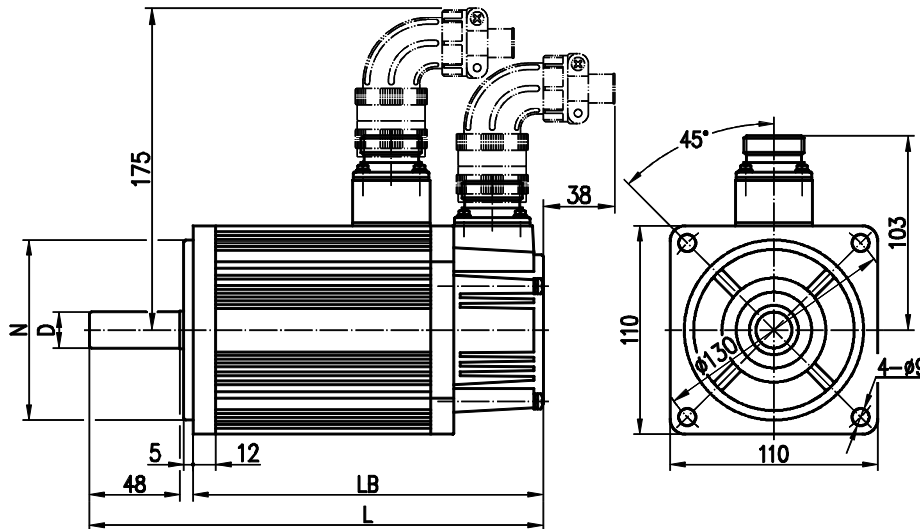

图 2
6.2 110SJT 系列电动机外形安装尺寸见图 2、表 5。